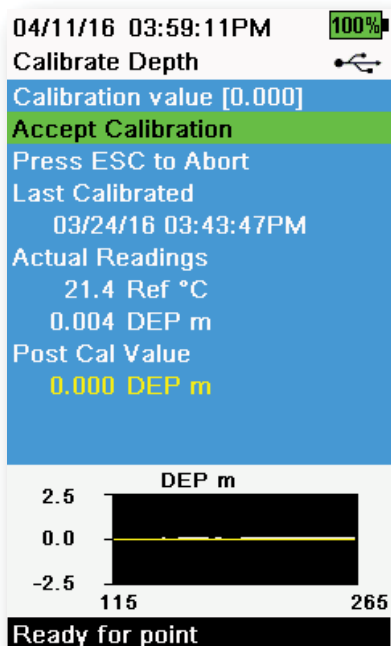

图 47 校准深度
3. 观察实际测量读数是否稳定（图表上的白线 40 秒内没有明显变化），然后选择 **Accept Calibration（接受校准）**（图 47）。